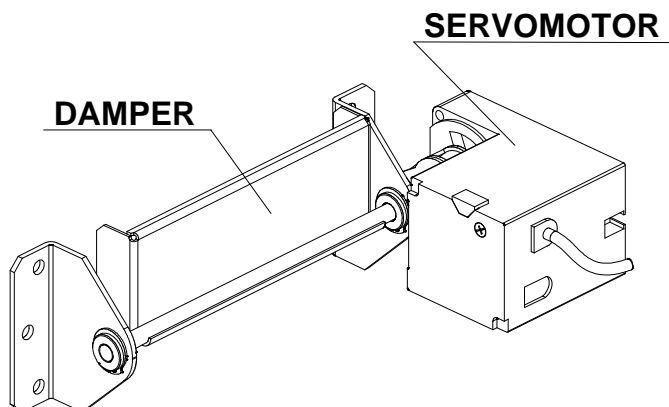

Figura A-14. Compuerta de aire exterior
A.3.1.15 Compuerta de aire exterior (Figura A-14)